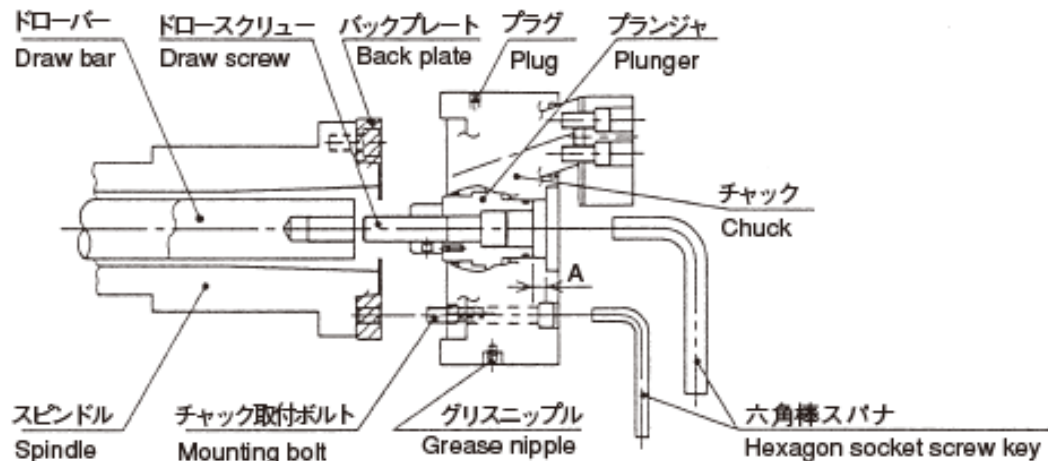

図5 Fig.5
- ①シリンダヘッドローバーを取付けます。
- ②シリンダをスピンドル(シリンダアダプタ)に取付けます。
- ③チャックをドロバーに連結します。(Fig. 5 参照)
- ①Connect the draw bar to the cylinder.
- ②Mount the cylinder to the spindle (cylinder adapter).
- ③Connect the chuck to the drawbar (See fig.5)